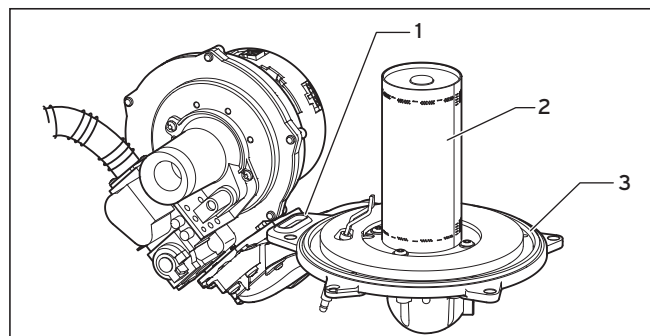

Fig. 10.4 Controllo del bruciatore
- Il bruciatore (2) non richiede manutenzione né pulizia.
- Sostituire le guarnizioni (1) e (3) dello sportello del bruciatore (vedere fig. 10.4).